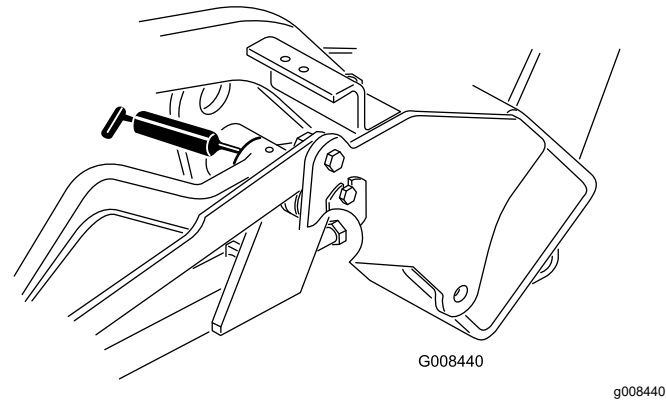

Figura 27
- Brazos de elevación (3) (Figura 27)